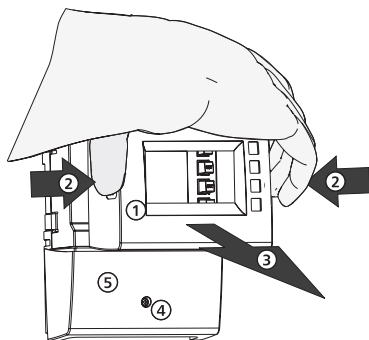

Fig. 1: Rimozione del pannello frontale
- Afferrare il pannello frontale ① alle scanalature laterali ② e tirare in avanti ③ (Fig. 1).
1. Allentare la vite ④ (Fig. 1).
2. Togliere la calotta coprimorsetti ⑤.